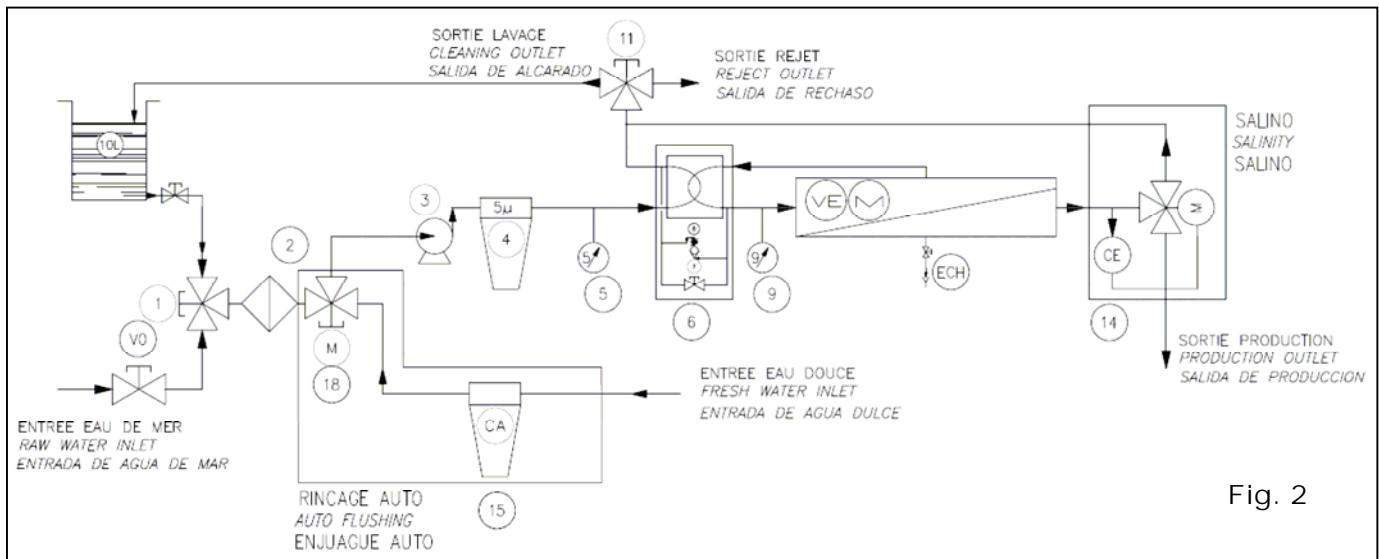

Fig. 2
3.1 – CIRCUITO DE AGUA (VER FIG.2 Y FIG.3 PAGINA SIGUIENTE)